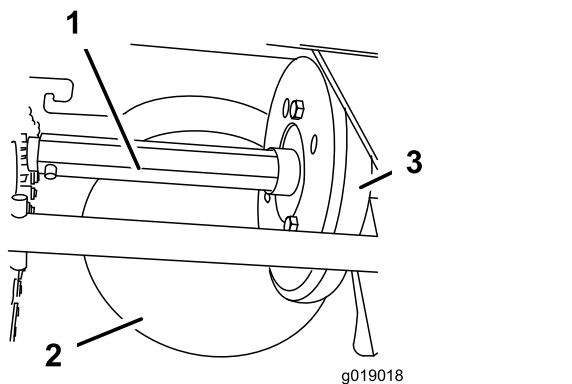

Figure 42
Graissez légèrement l'arbre hexagonal une fois par an avec de l'huile moteur de type automobile (Figure 42).
**Important:** Veillez à ne pas faire couler d'huile sur la roue en caoutchouc ou la poulie à friction en acier, sinon la transmission patinera (Figure 42).